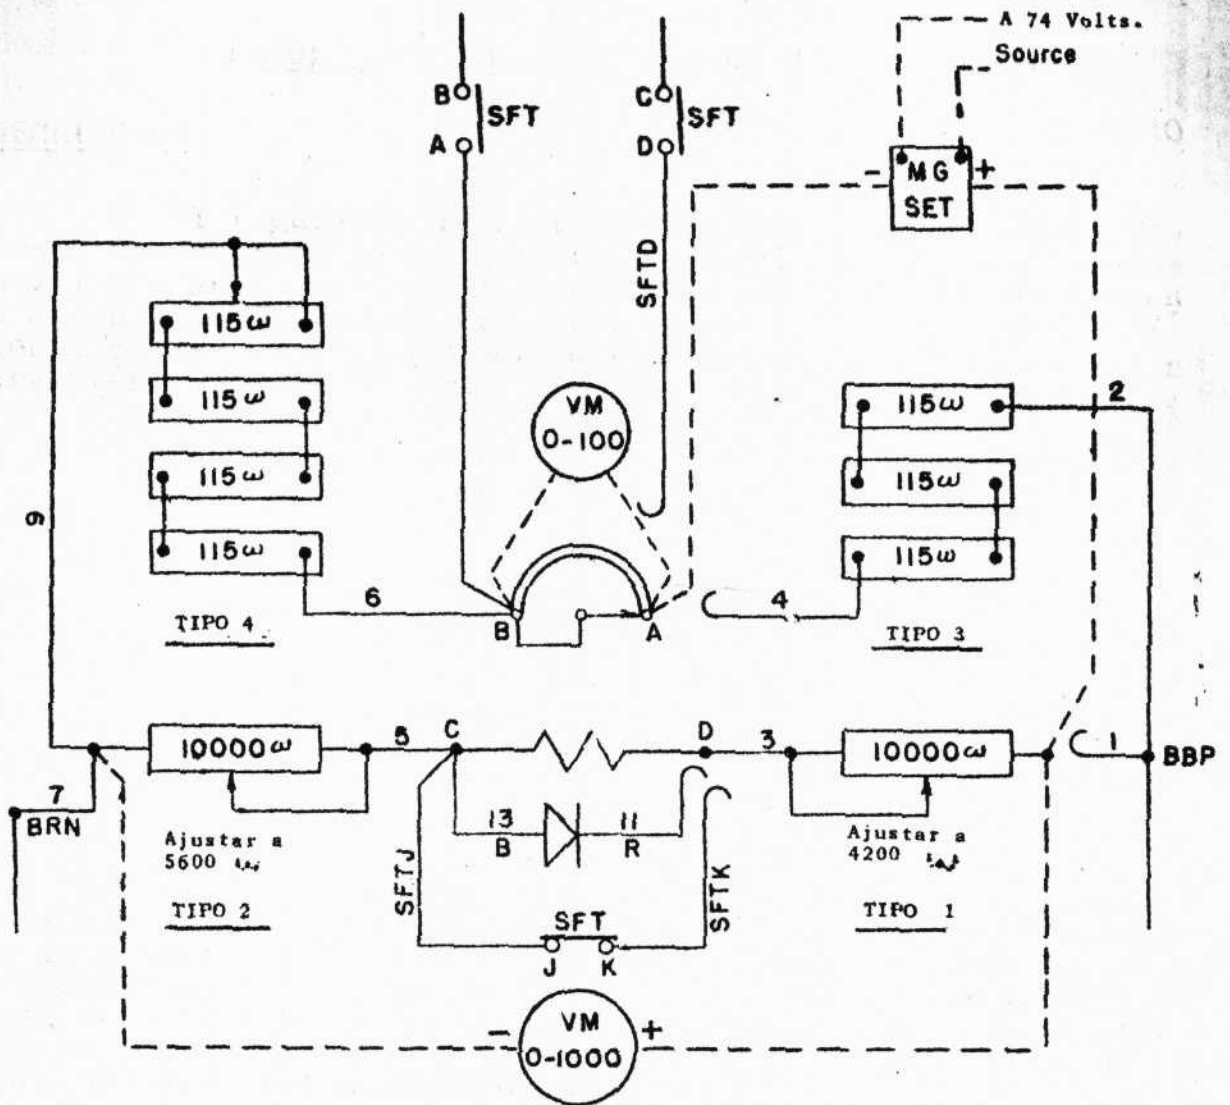

Fig. 7 Ajuste de Resistencia
a.-Abrase el circuito hacia el rectificador y la interconexión J-K del relevador SFT que está en paralelo con la bobina del regulador, véase la Fig. 7.
c.-Desconéctense todos los alambres de la resistencia de 10,000 Ohms como lo muestra la Fig. 7, y aislense separadamente. Conecte un voltímetro de 0-1000 volts en paralelo con las dos resistencias de 10,000 Ohms que están en serie con la bobina del regulador.
Conecte un voltmetro (de 0-100 volts) entre las terminales A y B con la punta positiva en B. Conecte la punta negativa del grupo motor generador a la terminal A del regulador y conecte la punta positiva al extremo de la resistencia de 10,000 Ohms como lo muestra la Fig. 7. Aplique voltaje y elévelo despacio hasta 1010-1070 volts. Cuando el voltmetro conectado a través de A y B de una lectura entre 30 y 80 volts, el voltmetro a través de las resistencias de 10,000 deberá dar una lectura entre los límites especificados en la Tabla de Ajuste de Resistencias, Fig. 6. Si el voltaje a través de las resistencias de 10,000 Ohms no está dentro de estos límites de voltaje de regulación, entonces la banda deslizable en las resistencias de 10,000 Ohms se podrá mover para aumentar o disminuir resistencia hasta obtener el voltaje de regulación especificado.